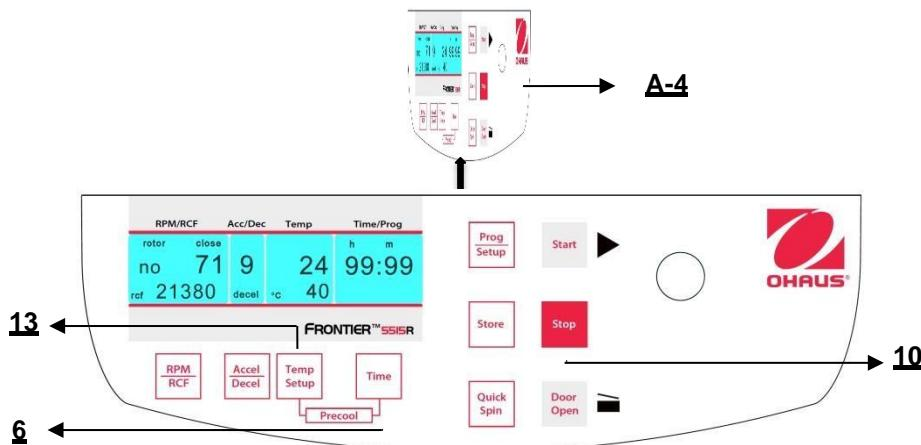

Abbildung. 20
Wenn die Proben temperaturempfindlich sind, ist es sinnvoll, die Zentrifuge, den Rotor und möglicherweise die Behälter auf die gewünschte Arbeitstemperatur vorzukühlen. Fügen Sie daher den gewünschten Rotor ein und stellen Sie die entsprechende Temperatur vorab ein. Durch gleichzeitiges Drücken der Tasten "Temp/Setup" (13) (siehe Abbildung 20) und "Time" (6) starten Sie den Durchlauf. Während des Betriebs wählt die Einheit automatisch eine Rotationsgeschwindigkeit, die 20% der zulässigen Rotationsgeschwindigkeit des entsprechenden Rotors entspricht. Nachdem die Vorstarttemperatur erreicht ist, können Sie den Vorkühlendurchlauf mit der "Stop"- Taste (10) verlassen.